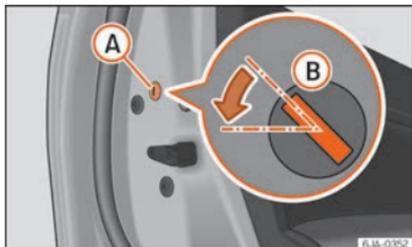

Fig. 6 Puerta trasera: bloqueo de emergencia.
- Quite la tapa **(A)** »» » **fig. 6**.